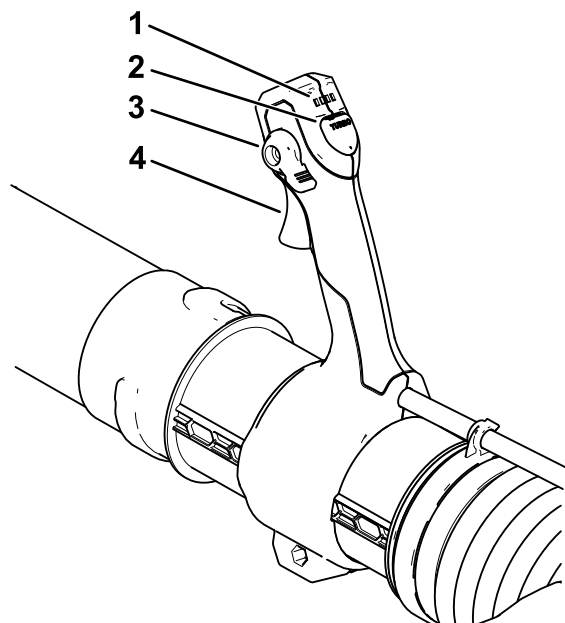

Bild 20
9. Drücken Sie den Auslöser für variable Geschwindigkeit, um den Laubbläser anzulassen (Bild 20).
Hinweis: Aktivieren Sie die Geschwindigkeitssperre, damit die Maschine läuft, ohne dass Sie den Auslöser für die variable Geschwindigkeit drücken müssen (Bild 20).
Stellen Sie mit dem Auslöser für die variable Gebläsestärke die Luftgeschwindigkeit ein (Bild 20).
Um die maximale Leistung (Luftgeschwindigkeit) zu erreichen, halten Sie den Auslöser gedrückt und halten Sie dann die Turbo-Boost-Taste für über den gewünschten Zeitraum gedrückt (Bild 20).
Aktivieren Sie die Geschwindigkeitssperre, um die aktuelle Gebläsestärke beizubehalten (Bild 20).